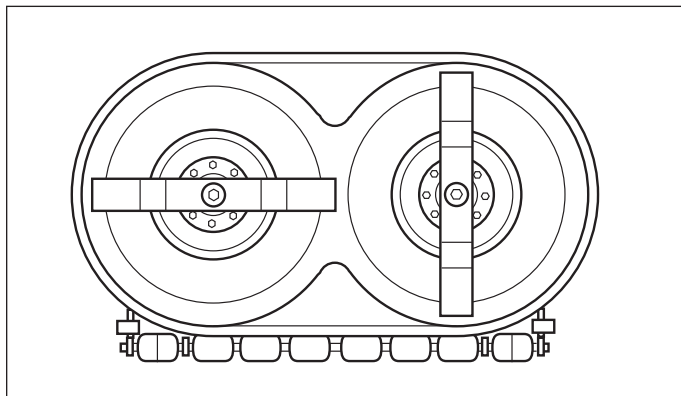

Figure 20. Vérification de la synchronisation des lames
2. Retourner la tondeuse et vérifier la position des lames. Celles-ci doivent être positionnées perpendiculaires l'une à l'autre comme l'indique la figure 20. Si ce n'est pas le cas, passer à l'étape 3.